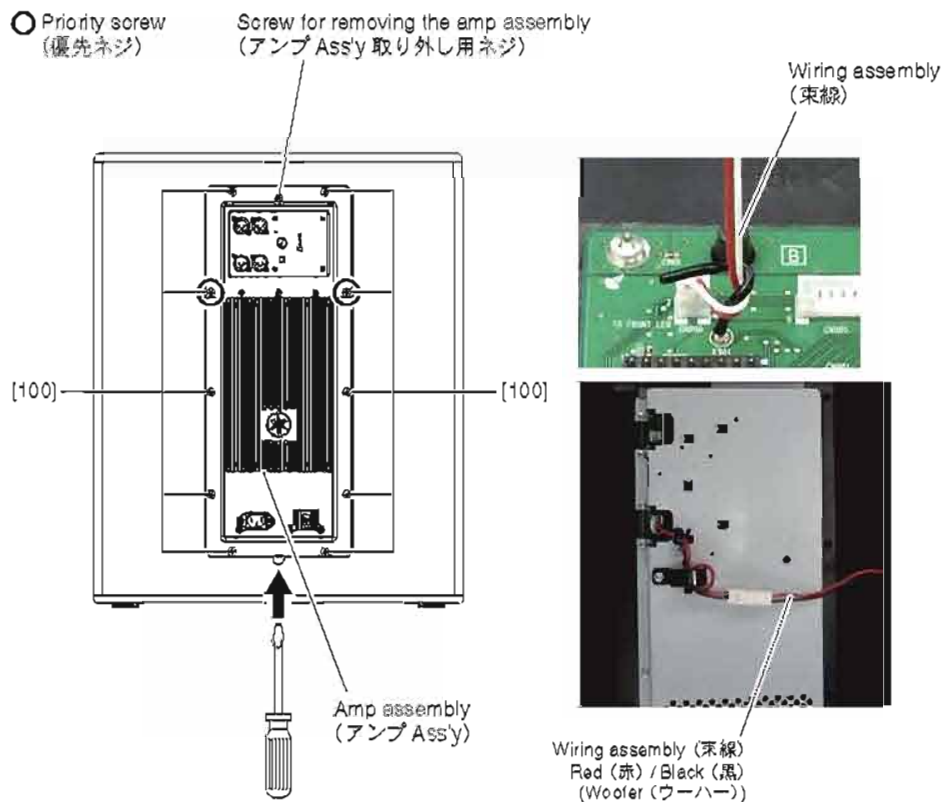

Fig. 4 (図 4)
4-1. Remove the ten (10) screws marked [100]. The amp assembly 118 can then be removed (Fig. 4)
* When installing the amp assembly, first tighten the two (2) priority screws as shown in Fig. 4.
4-2. Follow the steps below to remove the amp assembly 112 carefully. (Fig. 4)
4-3. Disconnect the connectors of the wiring assemblies. (Fig. 4)
4-1. [100] のネジ 10 本を外して、アンブ Ass'y 118 を外します。(図 4)
※ アンブ Ass'y を取り付けるときは、図に示す優先ネジ 2 本を先に締めてください。(図 4)
4-2. 下記の手順で、慎重にアンブ Ass'y を取り外してください。(図 4)
4-3. 束線のコネクタを外します。(図 4)